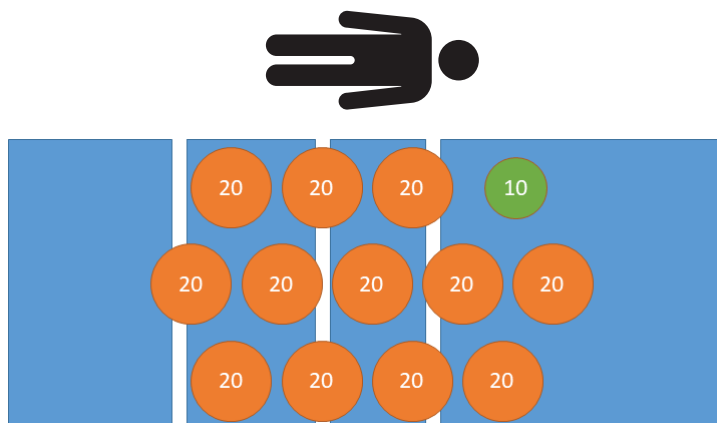

Figura 11 – Precarga - 250 kg
27. Con ayuda de pesos calibrados, precargue el producto a 250 kg (Figura 11).